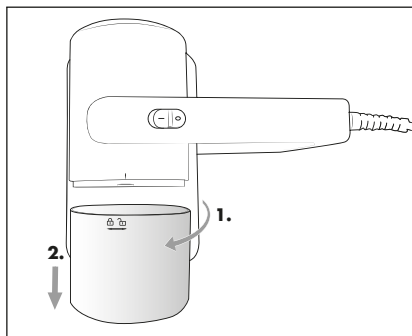

Fig. 4
- 1) Rode o reservatório de pó **4** no sentido contrário ao dos ponteiros do relógio, até a marcação no aparelho ficar sobre o símbolo **?** (aberto), para o retirar do aparelho (fig. 4).